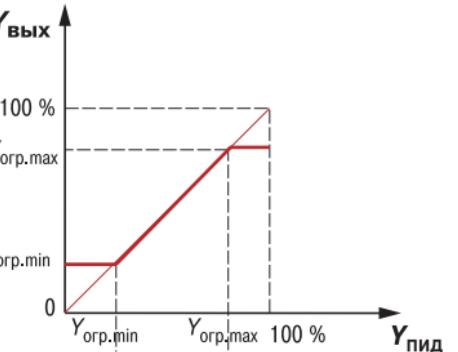

Рис. 9
- максимальный $Y_{\text{огр},\text{max}}$ и минимальный $Y_{\text{огр},\text{min}}$ (**рис. 9**).